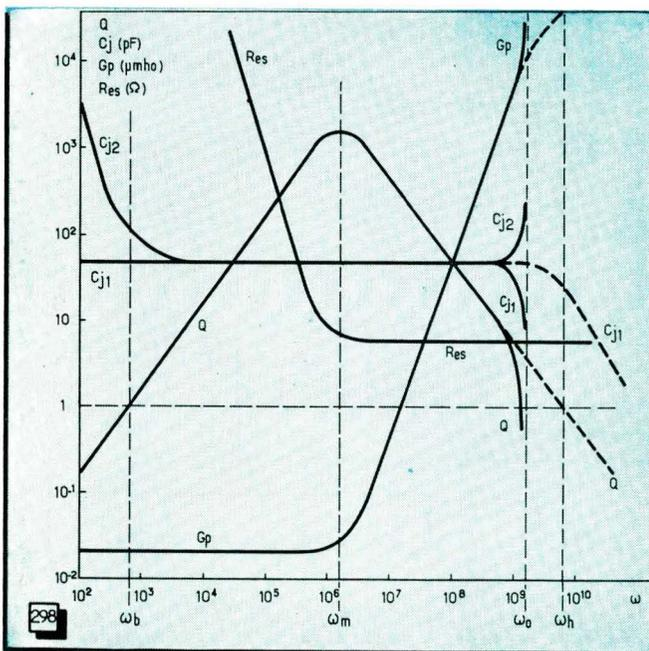

Fig. 298. — Variation des paramètres des schémas équivalents de la figure 296 en fonction de la fréquence.
Le graphique de la figure 298 montre l'allure de la variation des différents paramètres dont il a été question plus haut en fonction de la fréquence. Mais il est nécessaire de noter, avant de commenter ce graphique, que la capacité équivalente désignée par C_j dans les relations (110) n'est pas la même, en toute rigueur, dans les deux cas, de sorte que nous admettrons, pour tout ce qui suit que :
On a représenté, sur la figure 298, non pas la variation de la résistance équivalente parallèle R_{ep} , mais celle de la conductance correspondante G_p . Aux fréquences inférieures à ω_m cette conductance représente celle de fuites et sa valeur est indépendante de la fréquence. Aux fréquences supérieures à ω_m la conductance G_p croît proportionnellement au carré de la fréquence.
Cependant, les variations représentées par les courbes de la figure 298 correspondent à une certaine valeur fixe de la « polarisation », ou si l'on préfère de la tension continue de commande U . Lorsque cette dernière varie, cela se traduit en premier lieu par la variation de la capacité C_j , bien entendu, mais peut aussi provoquer une variation de la résistance parallèle R_r , ou si l'on préfère, de la conductance G_p .